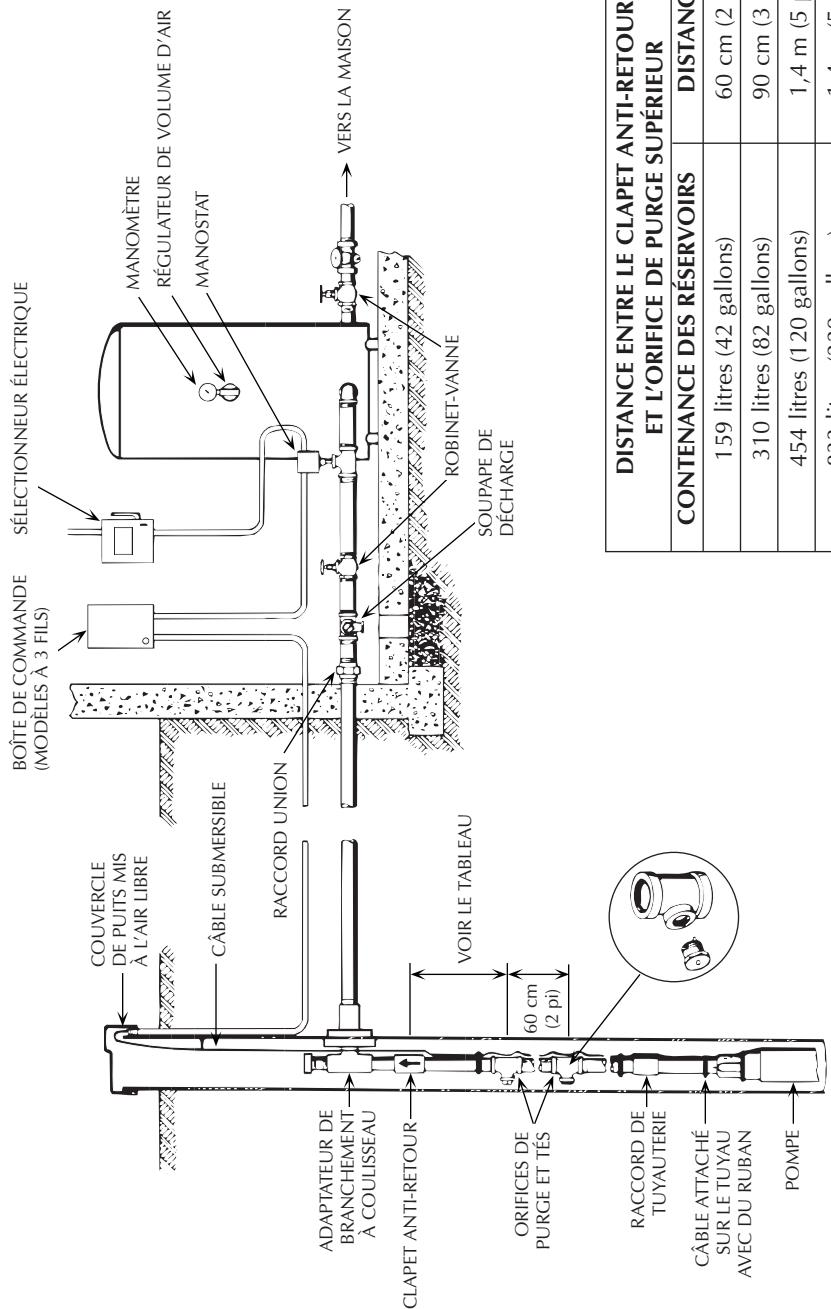

FIGURE 15 - Installation d'une pompe branchée sur un réservoir sous pression standard
1. Si un réservoir sous pression galvanisé standard est utilisé, installer deux orifices de purge à environ 60 cm (2 pieds) l'un de l'autre, comme il est illustré à la Figure 15 de la page 45. Ces orifices chargeront automatiquement d'air le réservoir. Se reporter à la Figure 15 pour déterminer l'emplacement de ces orifices.
Se reporter à la Figure 15 de la page 25 pour le raccordement des tuyauteries sur un réservoir sous pression standard et pour la bonne distance à laisser entre les orifices de purge et le réservoir sous pression.